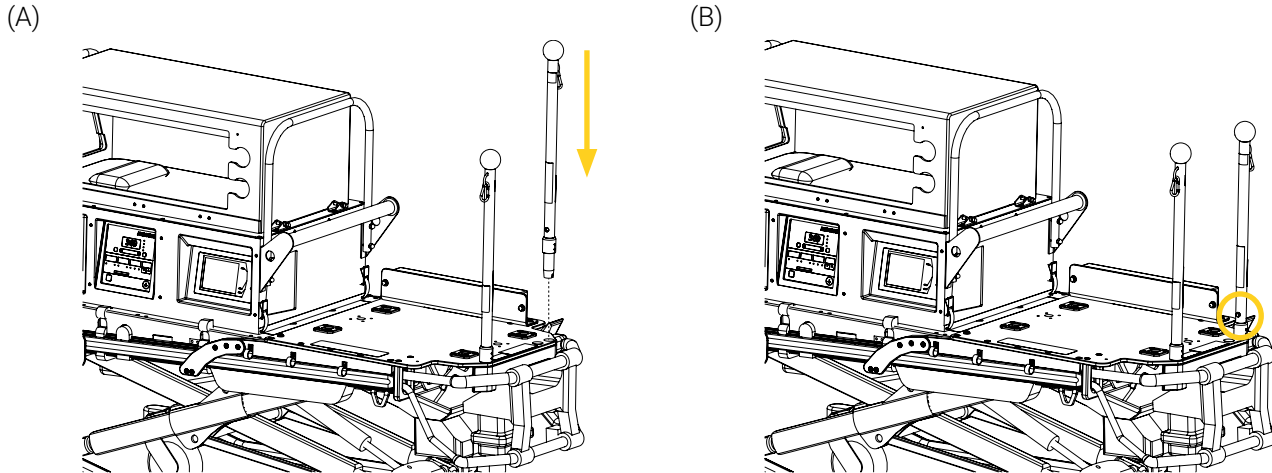

Figure 2: Installation de la nouvelle barre de poussée
- Aligner et insérer la nouvelle barre de poussée dans le support, pousser vers le bas, puis tourner la barre dans le sens horaire ou antihoraire jusqu'au son du clic (Figure 2).